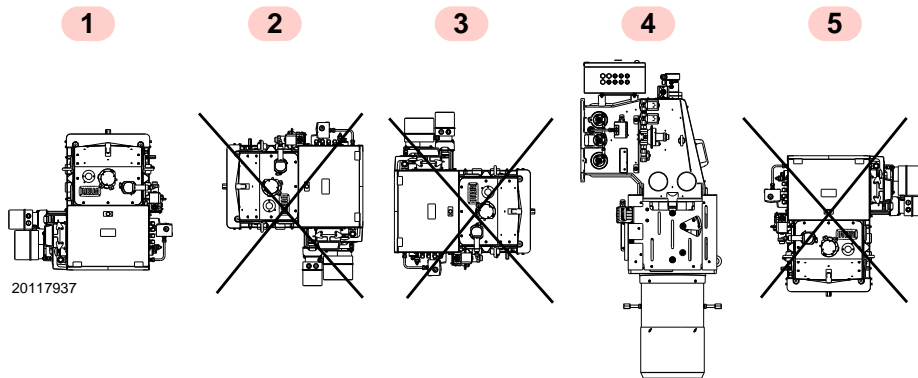

Fig. 10
- Il bruciatore è predisposto esclusivamente per il funzionamento nelle posizioni **1** e **4** (Fig. 10).